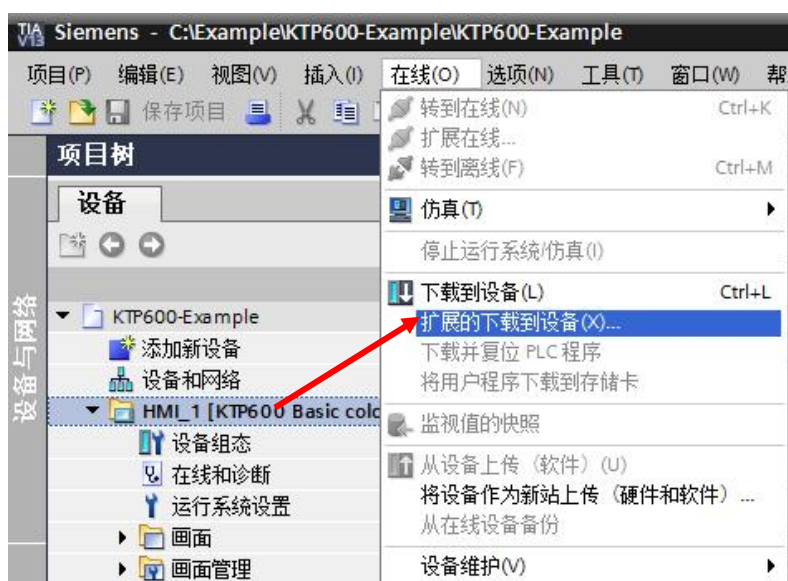

图 1-9
1. 在项目树中选中设备“KTP600 Basic color DP”, 点击工具栏中下载图标  或点击菜单“在线 > 下载到设备”。当第一次下载项目到操作面板时, “扩展的下载到设备”对话框会自动弹出, 在该对话框中选择协议、接口或项目的目标路径。如图 1-9。**注意: 该对话框在之后的下载中将不会再次弹出, 下载会自动选择上次的参数设定进行。如果希望更改下载参数设定, 则可以通过单击菜单“在线 > 扩展的下载到设备”来打开对话框以进行重新设定。**